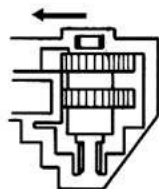
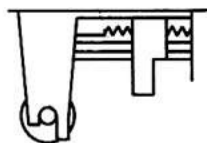

Fig. 7
Fig. 8
- Tourner le pignon (71) dans le sens « Logement haut ». Jusqu'en butée (voir fig. 7)
- Poser la crémaillère dans la tringle avec la dent émoussée vers la douille (57)
- Poser la tringle de façon que 3 dents dépassent la douille (57) et la pièce moulée (voir fig.8)
- Introduire le pignon et respecter l'ordre d'apposition des rondelles d'après la vue éclatée. Placer la courroie (62) et le ressort (68), contrôler que la courroie est centrée sur la poulie.